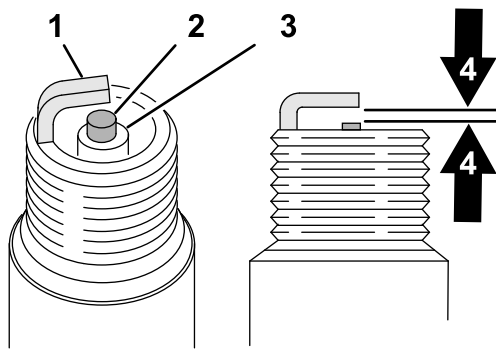

図 83
2. 中央電極と側面電極との間のエアギャップ **図 83**を0.76 mm に調整する。